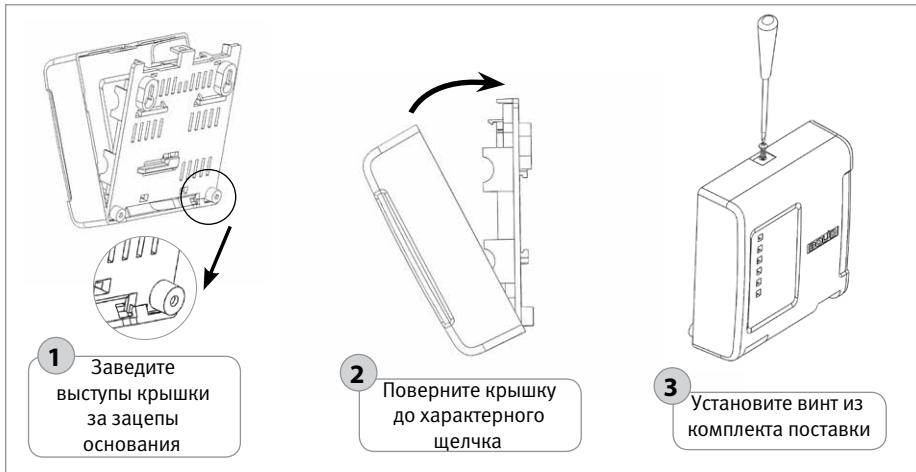

Рисунок 34. Порядок установки крышки изделия
- 1.6. Установите крышку изделия в порядке, указанном на рис. 34
- 2.5. Установите крышку прибора в порядке, указанном на рис. 34.